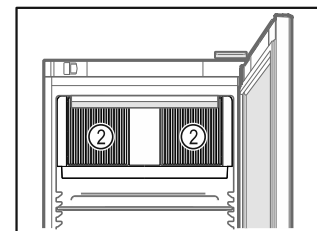

Fig. 41
- Păstrați libere fantele de ventilație Fig. 41 (2) ale suflantei de recirculare a aerului din interior.